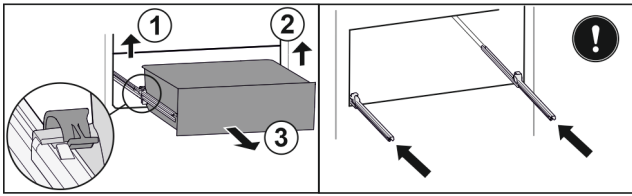

Fig. 49
- ▶ Підняти лівий затискач і одночасно висувний ящик ліворуч потягнути вперед. Fig. 49 (1)
- ▶ Підняти правий затискач і одночасно висувний ящик праворуч потягнути вперед. Fig. 49 (2)
- ▶ Вийняти висувний ящик рухом вперед. Fig. 49 (3)